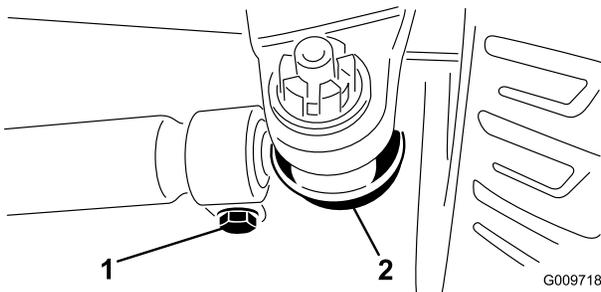

Figura 68
2. Para ajustar, retire la chaveta y la tuerca de cualquiera de las articulaciones esféricas de la biela. Retire la articulación esférica de la biela del soporte del eje (Figura 68).
3. Afloje las abrazaderas en ambos extremos de las bielas (Figura 68).